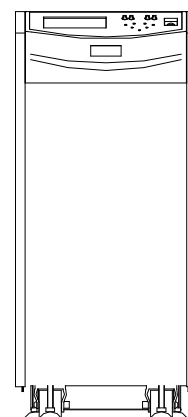

Рис. 4-2. ИБП в рабочем положении (вид спереди)
- Для перемещения на короткие расстояния изделие снабжено колёсиками. Для установки изделия с каждой его стороны имеются по 4 опоры. Для надёжной установки изделия освободите все его опоры. См. рис. 4-2.